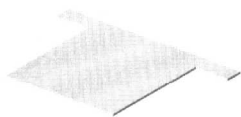

图 1.2 基体—法兰 1
Step2. 添加图 1.2 所示的钣金基础特征——基体—法兰 1。
(1) 选择命令。选择下拉菜单 **插入(I)** → **钣金(H)** → **基体法兰(A)** 命令（或单击“钣金”工具栏上的“基体—法兰”按钮）。
(2) 定义特征的横断面草图。
① 定义草图基准面。选取前视基准面作为草图基准面。